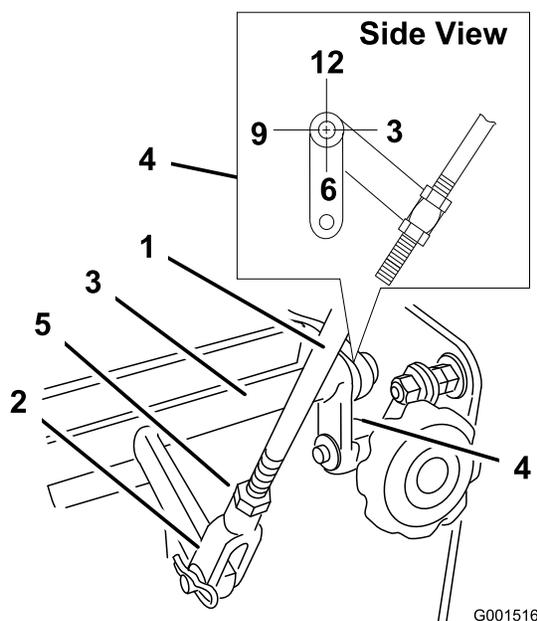

Figura 29
4. Controllate l'orientamento delle linguette sulle estremità dell'asse di comando della velocità. Accertate che queste linguette puntino direttamente verso il basso circa in posizione ore 6 (Figura 29).
5. Regolate la forcella filettata nella parte inferiore della tiranteria di comando della velocità finché le linguette non si trovano in posizione ore 6 (Figura 29).